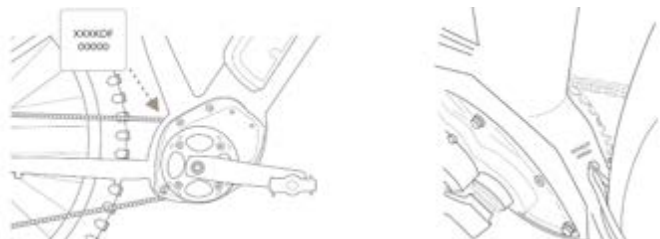

FIG. 15
- Al fine di rendere operante la presente garanzia, si dovrà compilare il form online a cui si accede mediante QR CODE o collegandosi direttamente al sito warranty.ciclimbm.it entro e non oltre 15 giorni dalla data di acquisto della bicicletta. Saranno necessari il numero seriale (fig.15) e la fotografia della prova d'acquisto del rivenditore autorizzato. Il numero seriale è stampato sulla targhetta applicata al tubo piantone sella della bicicletta e inciso sulla piastra motore.